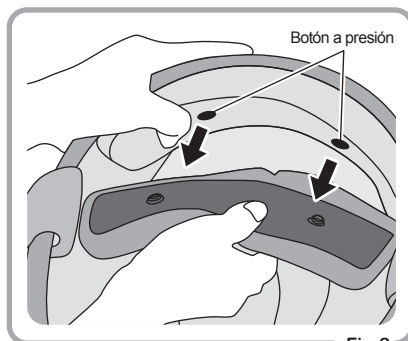

Fig.2
- 2 Suelte los 2 botones a presión de la parte posterior, y se podrá soltar el acolchado interior. (Fig.2)